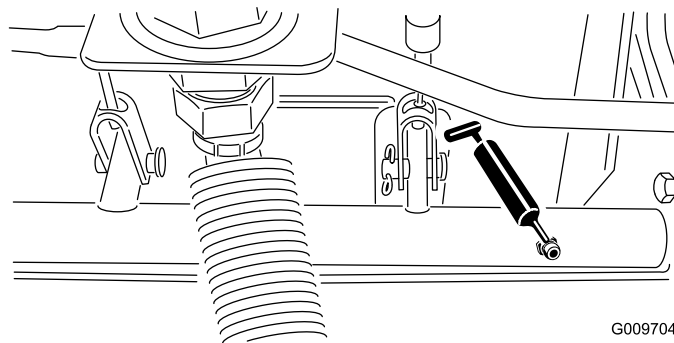

Figura 21
- Rolamentos articulados do eixo do travão (5) (Figura 21)